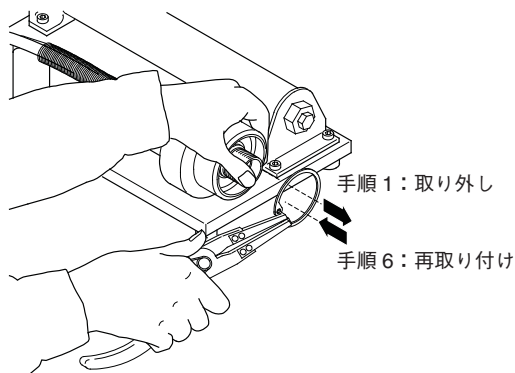

図1: リテーナー・リングの取り外し/再取り付け
1. リテーナー・リング・プライヤーを使用して、リテーナー・リングをハイドロリック・ハウジングから取り外します (図1参照)。
6. リテーナー・リング・プライヤーを使用して、リテーナー・リングをハイドロリック・ハウジングに再度取り付けます (図1参照)。